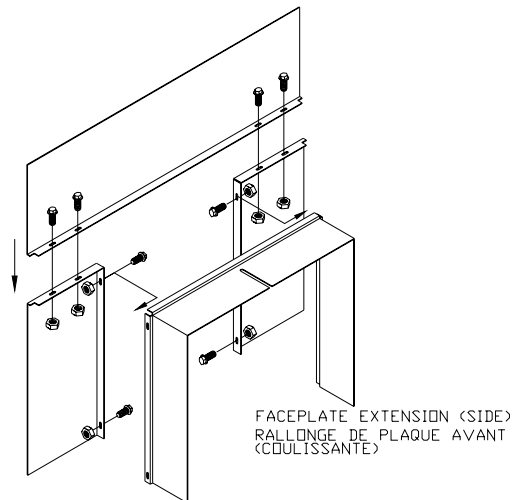

Figure 4
- B. Mettez la plaque avant sur une surface plate et non abrasive, la face vers le bas (voir la figure 4) de façon à ce que les côtés soient plutôt vers le milieu.